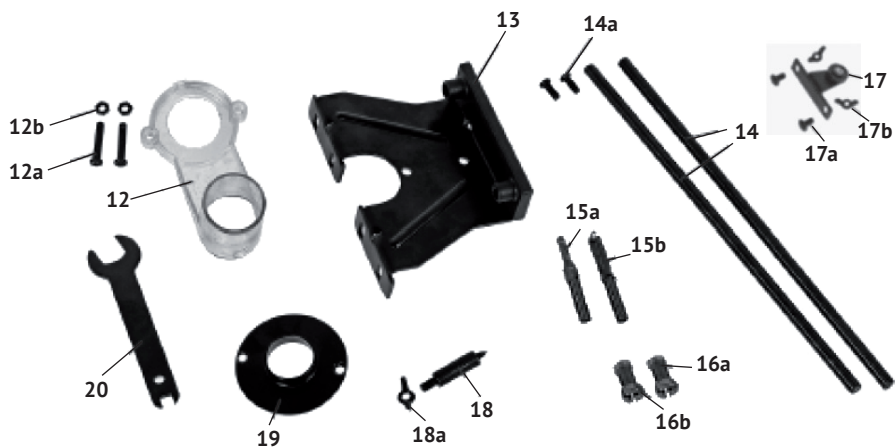

рис.2
В комплект поставки (рис.2) входят устройства, расширяющие возможности фрезера:
- параллельный упор (рис.2 поз.13) с осями (рис.2 поз.14) позволяет обрабатывать изделие на определённом расстоянии от прямолинейного края заготовки (фрезерование пазов, канавок, сверление отверстий и т.п.);
- роликовая направляющая (рис.2 поз.17), закреплённая на параллельном упоре (рис.2 поз.13), позволяет производить фрезерование на равном расстоянии от края заготовки любой конфигурации (прямолинейная, криволинейная, угловая);
- острей циркуля (рис.2 поз.18), закреплённое на параллельном упоре, даёт возможность обработки заготовки по окружности (дуге);
- направляющая втулка (рис.2 поз.19), позволяет фрезерование заготовки
Пластиковый патрубок пылеотвода (рис.2 поз.12) позволяет подключить пылесос для удаления стружки из зоны фрезерования.